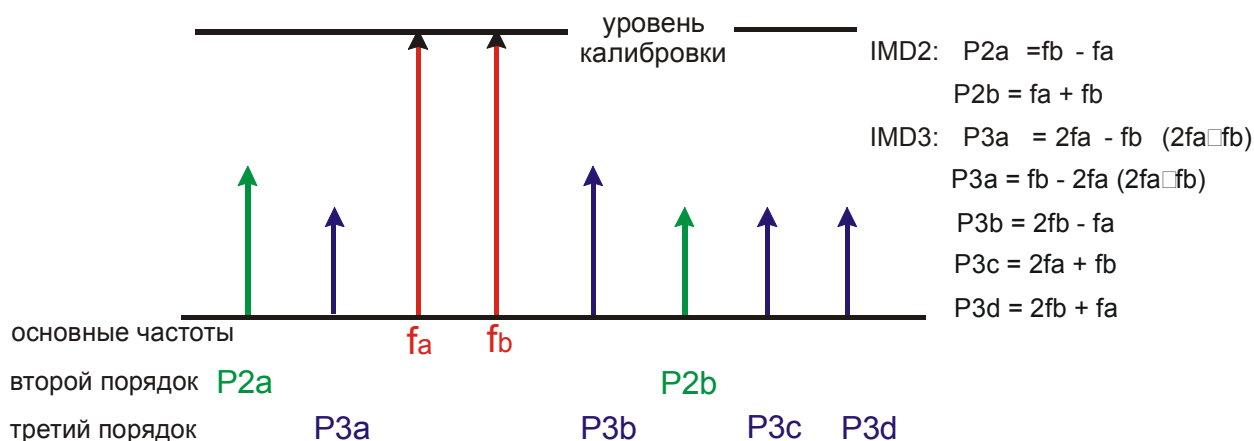

Рис.1
**Максимальный уровень выходного сигнала  $U_{max}$**  (max. output level) является основным и самым дорогостоящим параметром усилителя. Его измерение осуществляется методом двух несущих (рис.1). Плавно увеличивают уровень сигнала на входе усилителя, сформированного из двух немодулированных гармонических